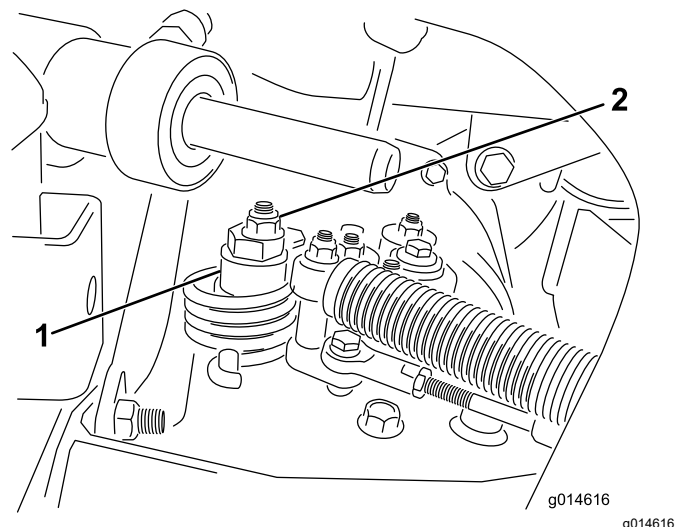

図 42
- A. 偏芯ナットをハイドロスタット上部に止めているナットをゆるめる 図 42。
- C. どちらにも車輪が回らないように偏芯ナットを回して調整する。調整ができれば固定ナットを締める 図 42。スロットル低速 および高速位置で調整が正しいことを確認する。